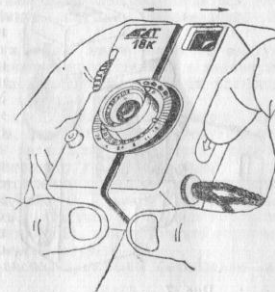

Рис. 6
5.1.1. Снять крышку объектива. Взять в руки фотоаппарат, как показано на рис. 6.